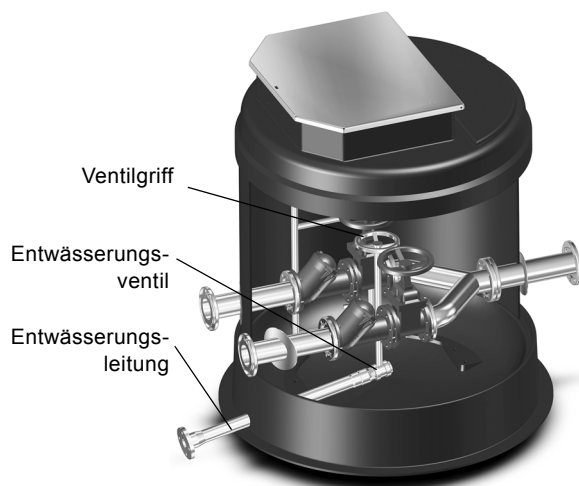

Abb. 29 Die Ventilkammer entleeren
1. Öffnen Sie das Ventilkammer-Entwässerungsventil mithilfe des Ventilgriffs im Schacht, um den Sammelbrunnen der Ventilkammer zu leeren. Siehe Abb. 29.
7. Schließen Sie das Entwässerungsventil im Schacht. Siehe Abb. 29.